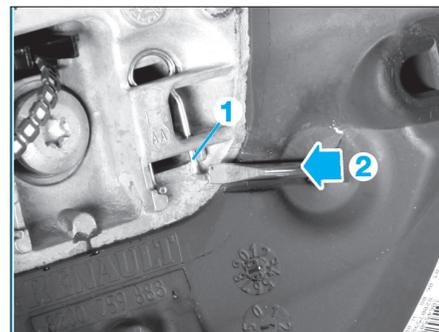

Fig. 2
- Dégrafer l'airbag frontal conducteur en écartant l'agrafe (1) dans le sens de la flèche (2) à l'aide d'un tournevis plat par l'arrière du volant (des 2 côtés) Fig.2.